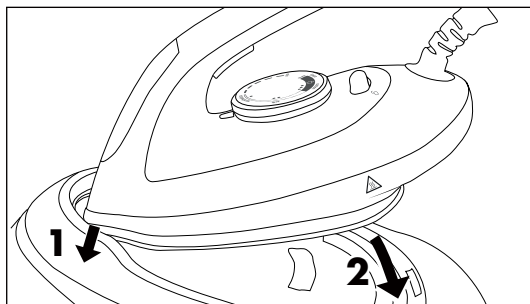

Fig. 8
- 5) Après le repassage, posez le fer à repasser sur la surface de dépose **6** de la base. Placez d'abord l'extrémité du fer à repasser sous le bord à l'avant de la surface de dépose **6** et déposez ensuite entièrement le fer à repasser sur la surface de dépose **6** (voir Fig. 8).